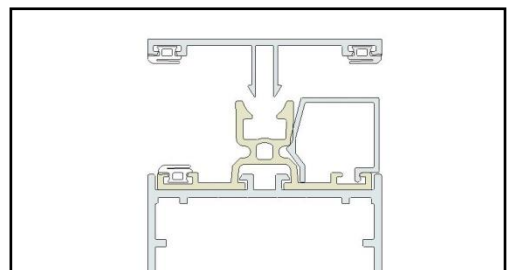

Abbildung 5, Anbringen der Gummis und des Seitenabschlussprofils
11. Haken Sie das Seitenabschlussprofil in das Kunststoffprofil ein (Abb. 5).
12. Drücken Sie die Dachplattengummis in die Kunststoff-Dachträgerprofile und in das Abschlussprofil (Abb. 5).